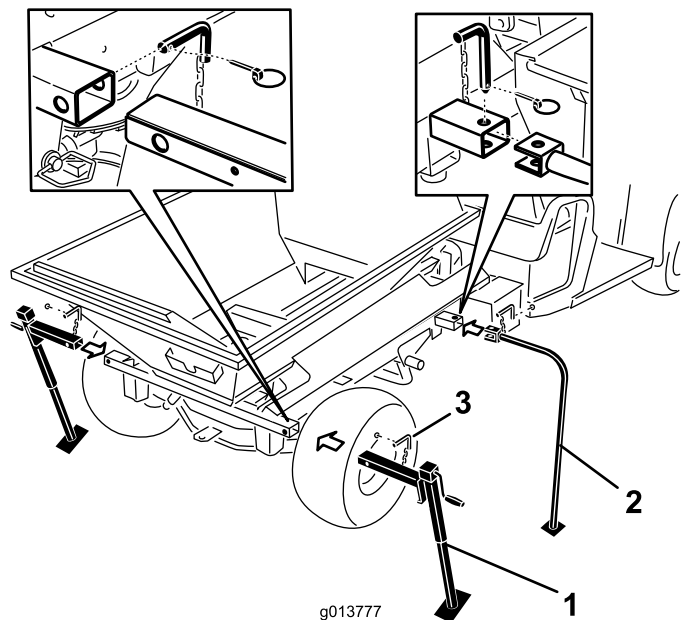

図 49
- プロパスに、保管用スタンドの前脚と後部ジャッキを取付け、ロックピンで固定する 図 49。